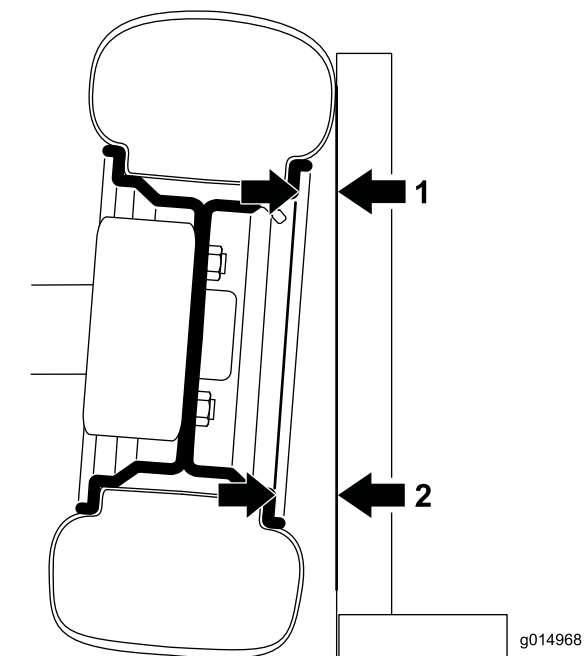

Figura 32
1. Per controllare l'inclinazione posizionate una squadra a 90 gradi sul terreno con il lato verticale a contatto con la parte anteriore dello pneumatico (Figura 32).
2. Misurate dalla stessa parte del bordo sulla parte superiore e inferiore del pneumatico fino alla squadra (Figura 32).